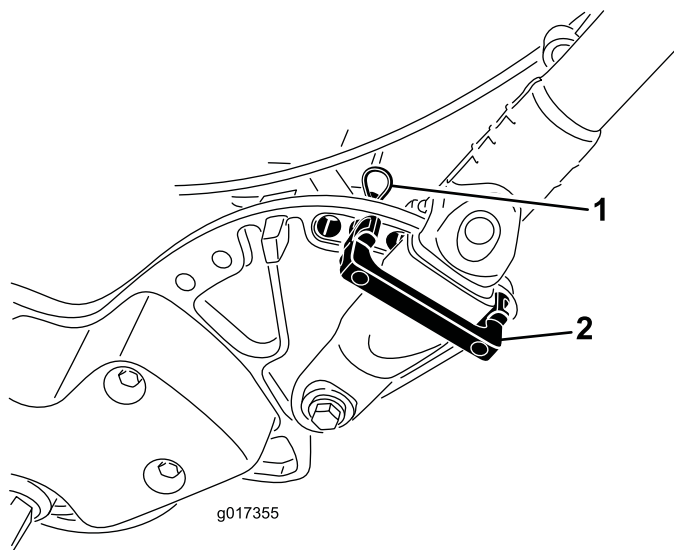

Figura 28
1. Togliete la coppiglia a forcina dai fermi della stegola (Figura 28) da ciascun lato del tosaerba.
2. Sostenete la stegola, togliete la coppiglia a forcina da ciascun lato, quindi ruotate la stegola nella posizione operativa desiderata (Figura 28).